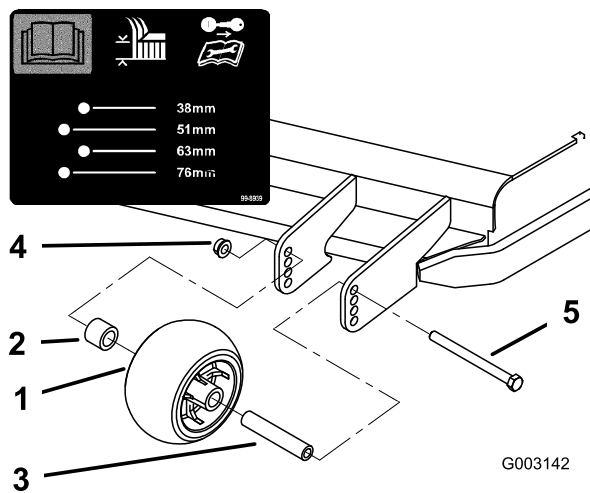
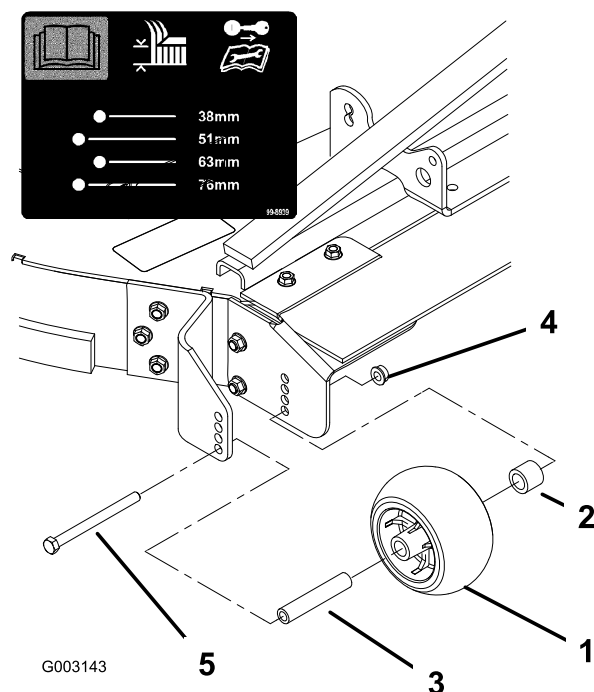
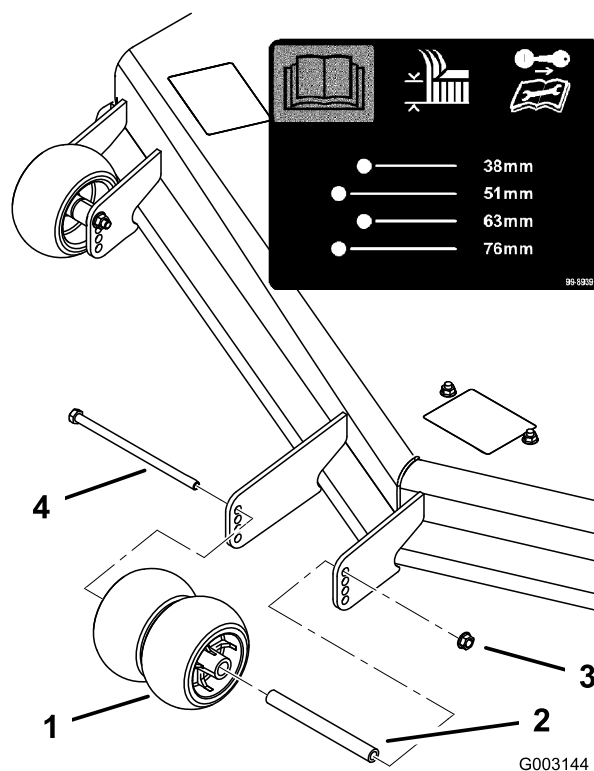

Figure 19
Figure 20
Figure 21
3. Après avoir réglé la hauteur de coupe, réglez les galets en retirant l'écrou à collerette, la bague, l'entretoise et le boulon (Figure 19, Figure 20 et Figure 21).
Remarque: Les deux galets centraux ne sont pas munis d'entretoise (Figure 20).
5. Posez l'écrou à collerette, la bague, l'entretoise et le boulon. Serrez à 54-61 Nm (Figure 19, Figure 20 et Figure 21).